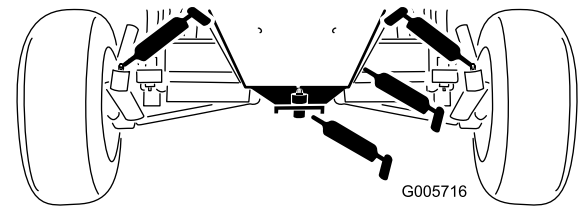

Bild 42
- Spindelbüchsen des Hinterrads (Bild 42)
- Büchsen der Lenkpatte (Bild 42)
- Achsenstiftbüchse (Bild 42)